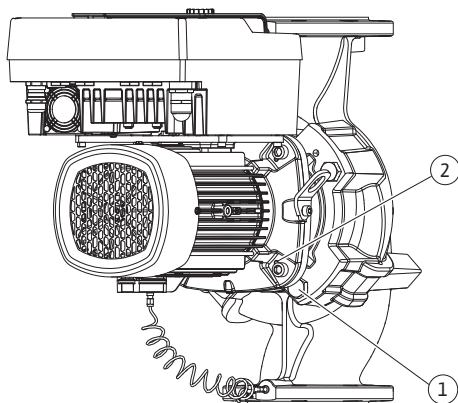

Fig. 104: Estrazione del set di innesto tramite i fori filettati (DN 100 ... DN 125)
22. Rimuovendo le viti (Fig. II, pos. 10) si stacca anche il trasduttore di pressione differenziale dalla flangia motore. Lasciar appeso il trasduttore di pressione differenziale (Fig. I, pos. 8) con la lamiera di sostegno (Fig. I, pos. 13) ai tubi di misurazione della pressione (Fig. I, pos. 7). Staccare il cavo di collegamento del trasduttore di pressione differenziale nel modulo elettronico.
23. Estrarre il set di innesto dal corpo pompa. Utilizzare a tale scopo i due fori filettati (vedi Fig. 104, pos. 1).
31. Rimuovere il set di innesto (vedi capitolo "Descrizione della pompa") dal corpo pompa allentando le viti della flangia (Fig. I/III, pos. 29).
32. Rimuovendo le viti (Fig. I/III, pos. 29) si stacca anche il trasduttore di pressione differenziale dalla flangia motore. Lasciar appeso il trasduttore di pressione differenziale (Fig. I, pos. 8) con la lamiera di sostegno (Fig. I, pos. 13) ai tubi di misurazione della pressione (Fig. I, pos. 7). Staccare il cavo di collegamento del trasduttore di pressione differenziale nel modulo elettronico o sganciarlo e estrarlo dal collegamento a spina.
33. Per estrarre il set di innesto dal corpo pompa, utilizzare i due fori filettati adiacenti (Fig. 104, pos. 1) e le apposite viti predisposte a cura del committente (es. M10 x 25 mm).
34. Introdurre nella finestra della lanterna (Fig. III, pos. 38) una chiave fissa (larghezza 32 mm) e tenere fermo l'albero in corrispondenza delle spianature per chiave. Allentare il dado della girante (Fig. III, pos. 22). Rimuovere le rondelle sottostanti (Fig. III, pos. 23) ed estrarre la girante (Fig. III, pos. 21) dall'albero della pompa. Smontare la chiavetta (Fig. III, pos. 37).
35. Estrarre la tenuta meccanica (Fig. III, pos. 25) e l'anello distanziatore (Fig. III, pos. 20).
36. Rimuovere l'anello contrapposto (Fig. III, pos. 26) della tenuta meccanica, togliendolo dalla sua sede nella lanterna.